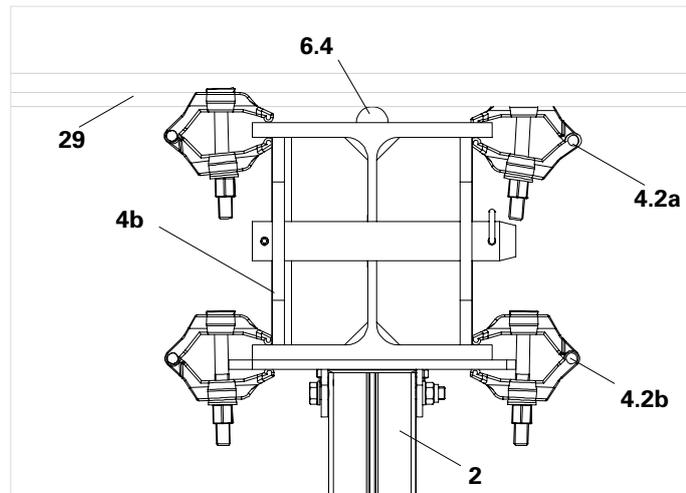

Fig. B1.01
Monter les plats de cintrage (6.4) entre les sablières HDT (4b) et les poutrelles primaires (29). (Fig. B1.01)